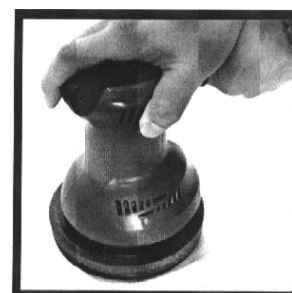

Fig. 4
- 2.5 Appuyez toujours la polisseuse contre la surface à polir avant de la mettre en marche ou de l'éteindre (figure 4). Placez le cordon d'alimentation par-dessus votre épaule et commencez par les surfaces planes, soit le toit, le capot et le coffre. Couvrez les surfaces rapidement à l'aide d'un mouvement de balayage entrecroisé et ample. ÉVITEZ de mettre de la pression, car c'est la polisseuse qui fait le travail, ET NON la pression.